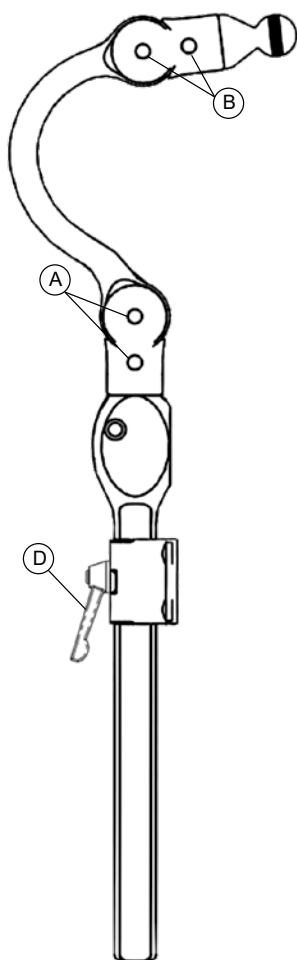
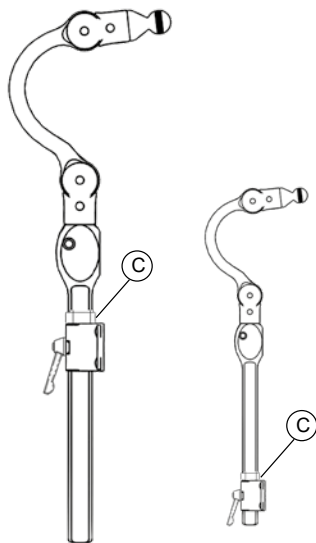

Fig. 1
Fig. 2
1. Verticaal - Maak de hendel (fig. 1, D) los, stel op de juiste hoogte, en doe dan de borgring omlaag (fig 2, C). De verticale stang kan worden gedraaid om extra aanpassing van de hoek van de opbouw van kussen/basisplaat te verkrijgen.
2. Diepte en hoek instelling - Draai stelschroeven los (Fig. 1, A & B) voor instelling van diepte en hoek. Zie de hoekinstelling zoals getoond in afbeelding 3.
1. Verwijder dop van horizontale draaipunt (Fig. 2, B). Steek een schroevendraaier onder de cover en duw deze omhoog en naar buiten. Zie Fig. 1. Steek de pen in de antidraai-borgring (Fig. 1, C) in de gleuf aan bovenzijde van houder (Fig. 1, D) om draaien te voorkomen.